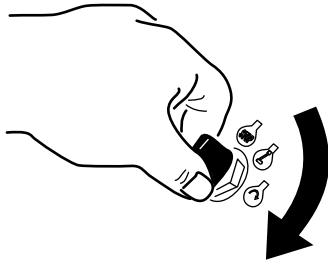

Figura 11
2. Gire la llave de contacto a la posición de ARRANQUE (Figura 11).